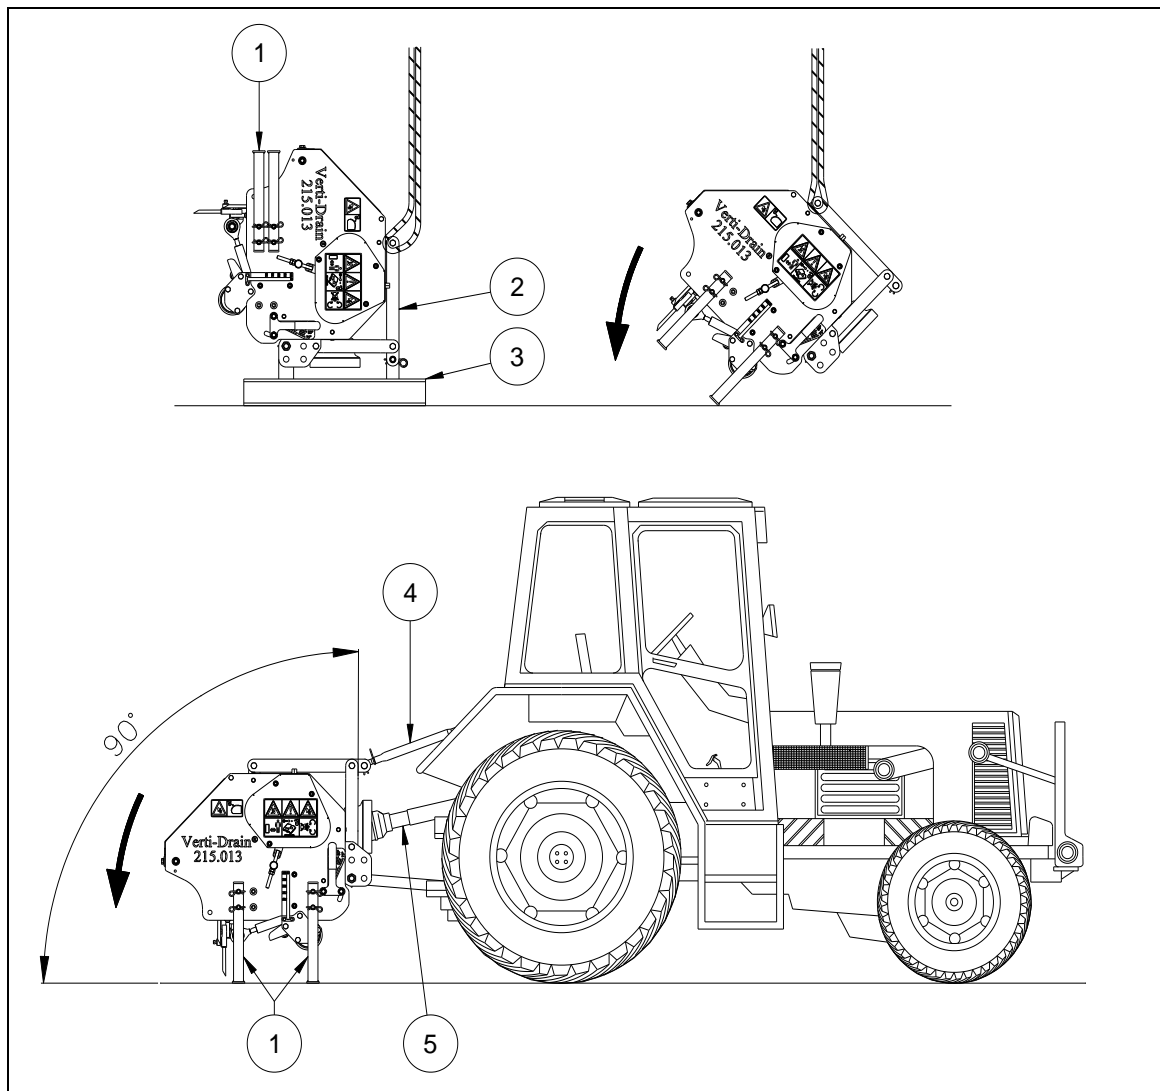

Fig. 8
- Hvis Verti-Drain® ikke er monteret korrekt bag på traktoren, se fig. 8, kan diverse PTO-vinkler skylde vibrationer i maskinens system. Disse vibrationer kan give skade på maskinen og på hullerne i jorden.